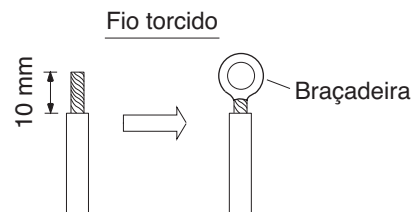

Fig. 28
- (1) Corte a ponta do fio com um alicate, depois descarte o isolamento para expor à vista os fios entrançados em cerca de 10 mm e torça bem as pontas dos fios. (Figs. 28 e 29)
- (2) Usando uma chave de parafusos, tire o parafuso ou parafusos do terminal na placa de terminais.
- (3) Usando um acessório de fixação para braçadeiras ou um alicate, prenda com firmeza cada ponta do fio decapado com uma braçadeira. (Fig. 28)